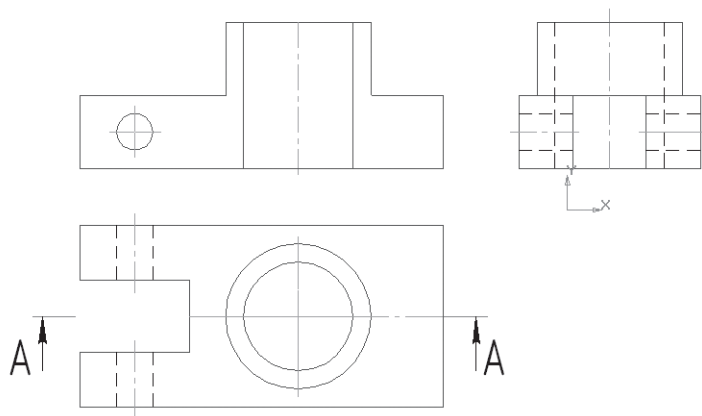

Рис. 334
- аналогичным образом измените стиль второй штриховой линии (рис. 334);